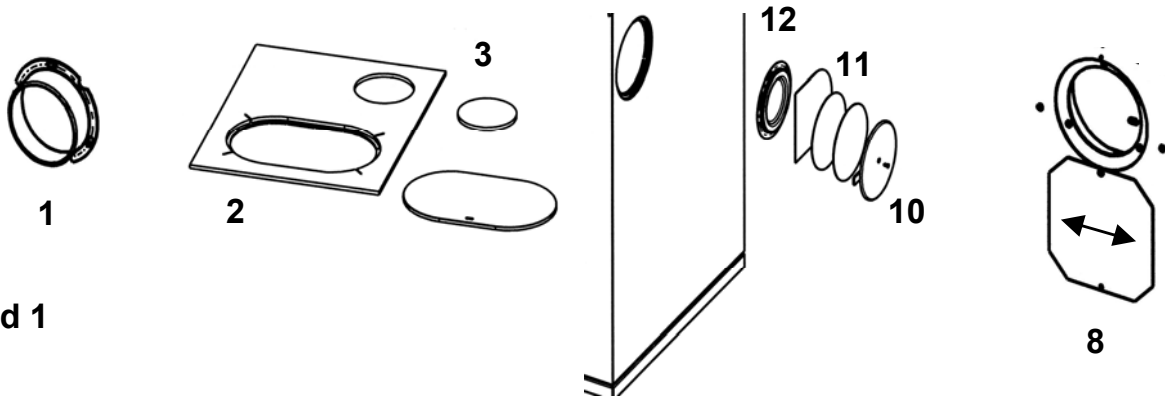

Bild 1
1.9.1 Obenanschluss (Bild 1)
- hinteren Abgasstutzen (1) durch Lockern der Schrauben entfernen
- Abgasanschluss hinten mit beiliegenden Blinddeckel (12) von Außen verschließen und fest verschrauben
- Rückwandverkleidungsdeckel (8) nach Oben schwenken und verschließen
- Rauchgasdeckel (3) und große Herdplatte (2) heraus nehmen
- Abgasstutzen (1) von unten an die Öffnung des Rauchgasdeckels (3) der großen Herdplatte (2) fest verschrauben
- Herdplatte (2) wieder einsetzen
1.9.2 Seitenanschluss (Bild 1)
- Seitenverkleidungsdeckel (10) durch Lockern der Schraube entfernen
- Isolationsbleche 3x (11) mit Hilfe eines Seitenschneiders an den Stegen durchtrennen und entfernen
- Die Schrauben vom Blinddeckel (12) seitlich lockern und Deckel entfernen
- Abgasstutzen (1) an der Seitenwand fest verschrauben
- Abgasanschluss hinten mit entfernten Blinddeckel (12) von Außen verschließen und fest verschrauben